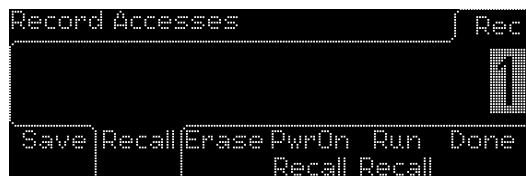

Рисунок 9-32
4. Нажмите контекстную кнопку под «Run Recall»/«Процесс вызова» для осуществления вызова, как показано на рис. 9-32.